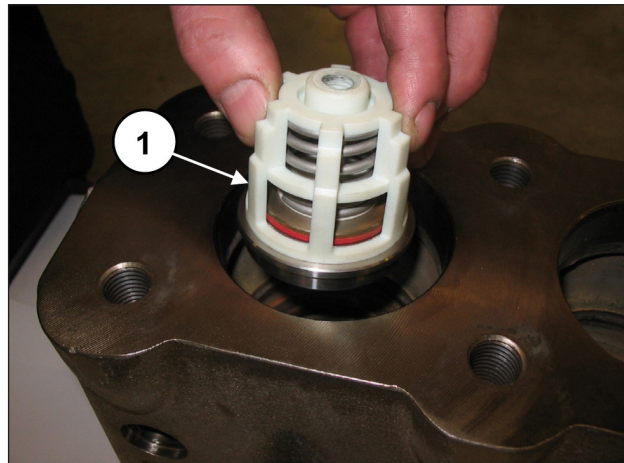
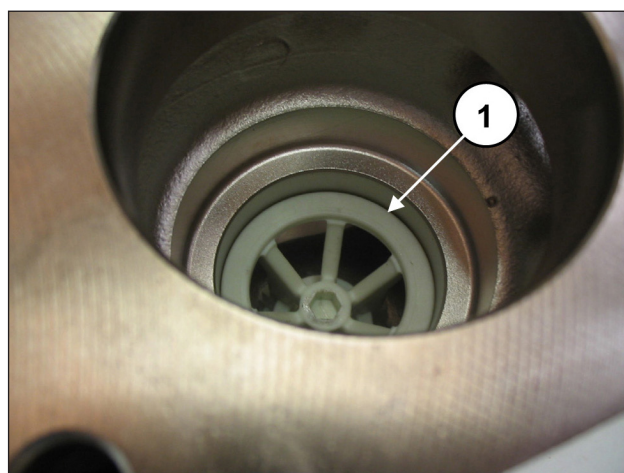

图 115
图 116
插入吸入阀组(位置①, 图 115) 接着拆除定距块 (位置①, 图 116)。
整个阀组必须完全插入到底, 并应如 ①, 图 116 所示。